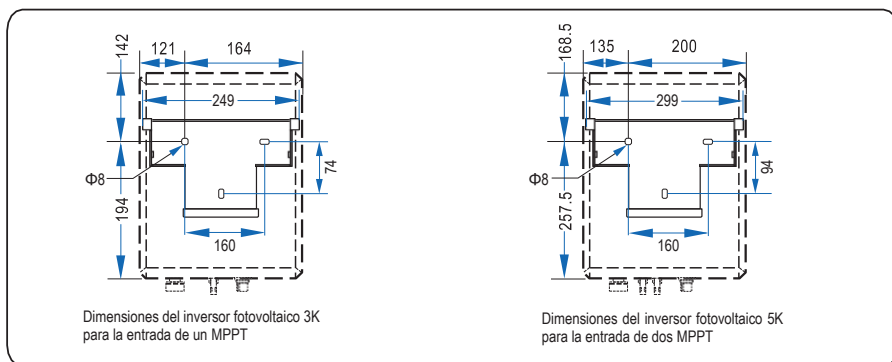

Figura 4.10 Determinación los puntos de taladro de los orificios (unidad: mm)
Paso 2 Utilice el soporte de fijación para determinar los puntos en los que debe taladrar los orificios (véase la figura 4.10).